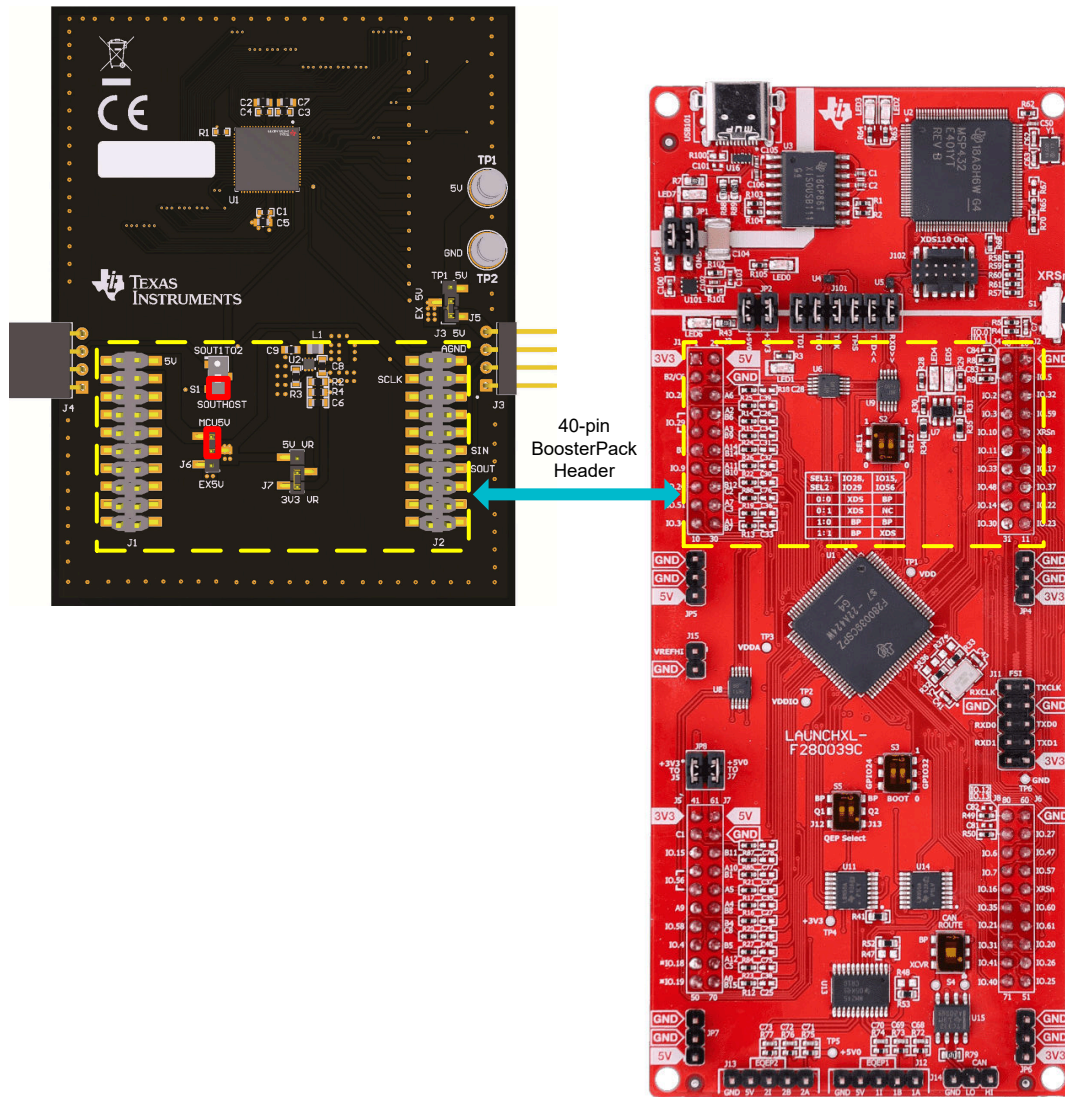

图 2-3. 与 TMS320F280039C LaunchPad 连接的单个 LP5890EVM
- b. 将 J6 跳线置于 “MCU5V” 和中间位置，并将开关 S1 设置为 “SOUTHST”，在图 2-3 中用红色框标记。
- c. 使用 TMS320F280039C LaunchPad 连接 LP5890EVM 上的 BoosterPack 连接器 (J1、J2)，连接方法如图 2-3 所示。